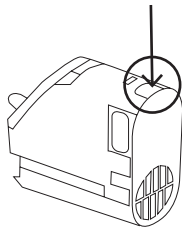

Fig.4.1
- Retire el filtro de FOAM y el compartimento HEPA. Si es necesario, lavar con agua clara y dejar secar al aire. (Fig. 4.1).